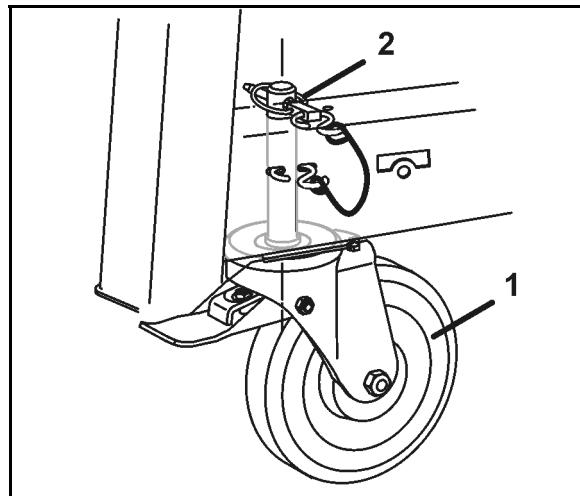

图 43
5. 可转向的前刹车轮（图 43/1）
- o 安装并用制轮楔（图 43/2）固定，或者